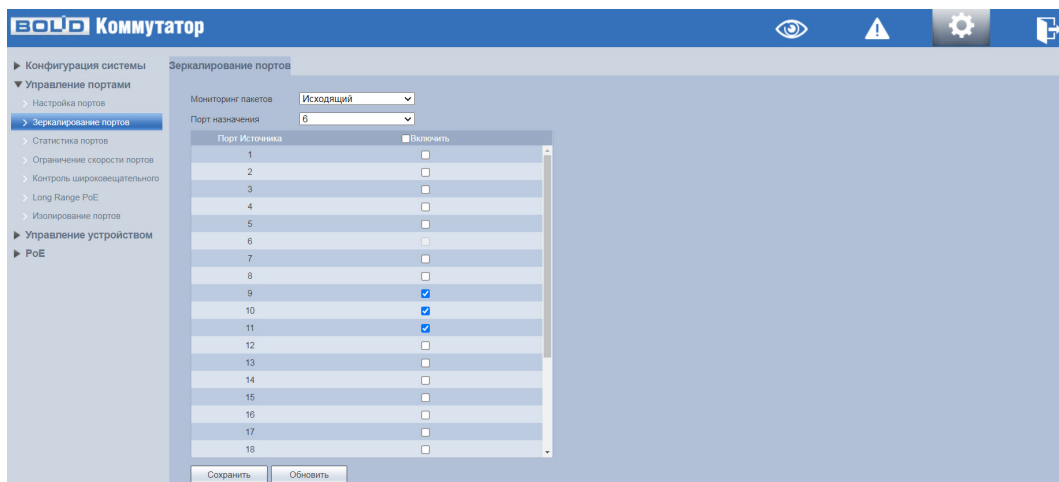

Рисунок 8.13 – Зеркалирование трафика
1. В соответствующем подразделе «Зеркалирование портов» из выпадающего списка «Мониторинг пакетов» выбрать направление пакетов (Рисунок 8.13).